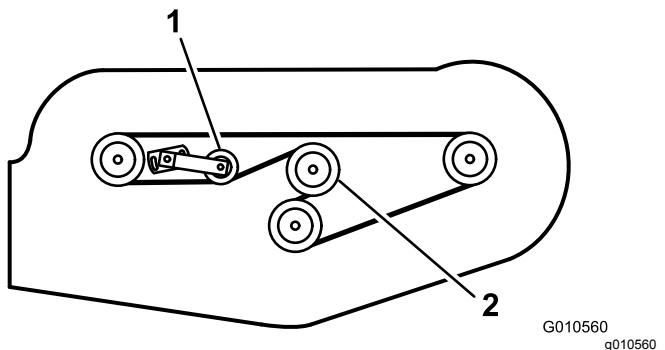

Figura 30
6. Installate la nuova cinghia attorno alle pulegge degli ingranaggi, alle pulegge del fusello, alla puleggia tendicinghia fissa e alla puleggia tendicinghia regolabile (Figura 30).